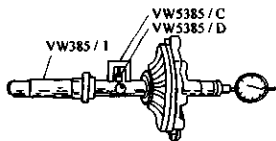

图 3-125 安装专用工具和百分表
8) 将专用工具 VW5385/D 和 5385/C 安装在 VW385/1 上, 接着放上无调整垫片  $s_1$  的主减速器盖。装上百分表, 将百分表调到零, 起始压力与距离 2.0mm 相一致。注意: 百分表的表盘和 VW5385/D 应是同一方向, 转动螺母将活动调节环移至中心, 如图 3-125 所示。